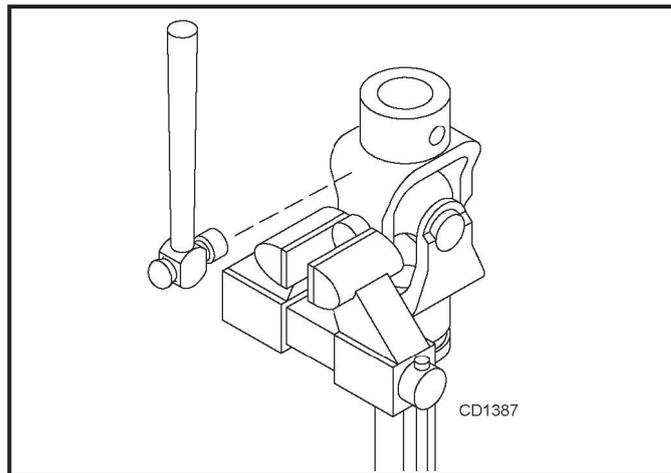

Figura 29. Remoção das tampas
3. Prenda a tampa no torno conforme mostrado na Figura 29 e bata no garfo para remover a tampa. Repita os passos 2 e 3 para a tampa do lado oposto.